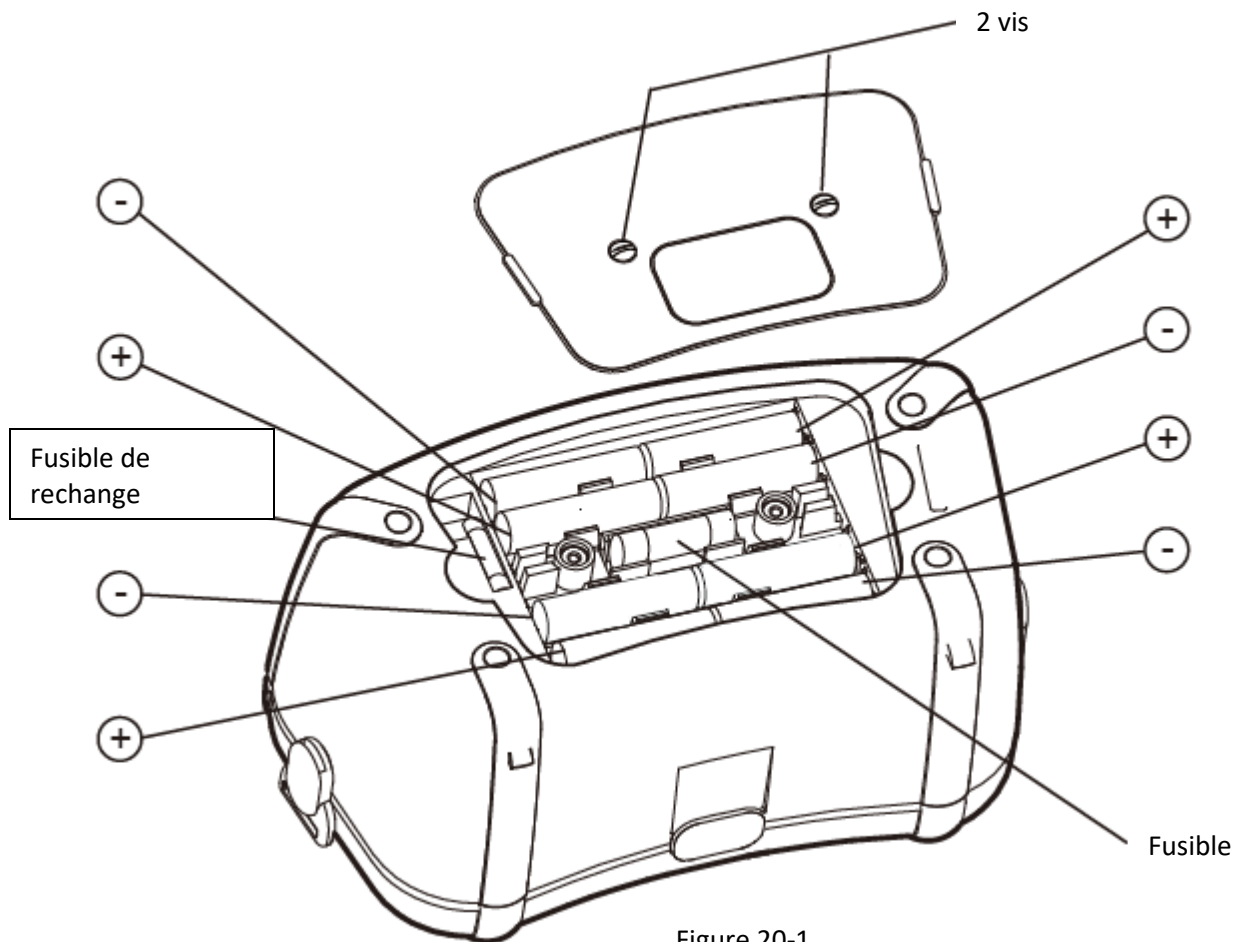

Figure 20-1
- (1) Éteignez l'appareil et débranchez tous les cordons de test des bornes
- (2) Dévissez les deux vis et retirez le couvercle du compartiment des piles. (Figure 20-1)
- (3) Remplacez les huit piles par des neuves en une seule fois. Respectez la polarité lors de l'insertion de nouvelles piles, Pile : Pile alcaline de taille AA (LR6) x 8 pcs
(4) Fixez le couvercle du compartiment des piles, et fixez-le avec les deux vis.
(1) Si l'instrument ne fonctionne pas en mode de test de continuité, débranchez d'abord les cordons de test de l'instrument.
(2) Dévissez deux vis et retirez le couvercle du compartiment des piles. (Figure 20-1)
(3) Retirez le fusible et vérifiez la continuité avec un autre testeur de continuité. Si le fusible a grillé, remplacez-le par le fusible de rechange.
(4) Fixez le couvercle du compartiment à piles, et fixez-le avec les deux vis.